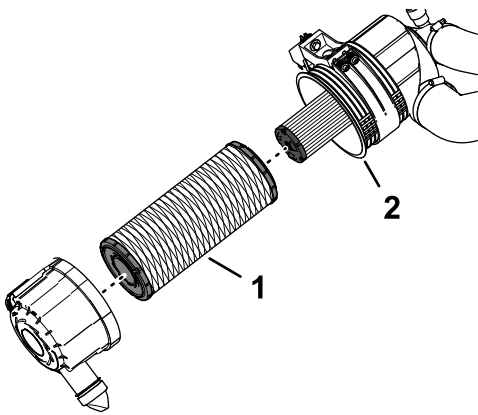

Рисунок 109
7. Снимите элемент фильтра грубой очистки (Рисунок 109).